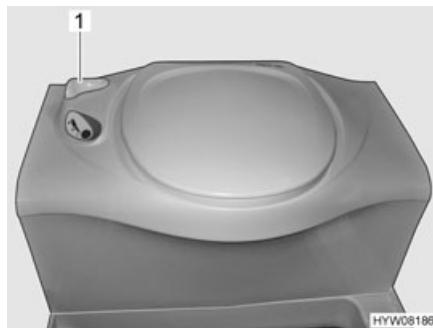

Fig. 115 Toilette Thetford
Apertura del cursore: ■ Ruotare la leva del cursore (Fig. 115,1) in senso antiorario.
Chiusura del cursore: ■ Ruotare la leva del cursore (Fig. 115,1) in senso orario.
Risciacquo: ■ Prima di tirare l'acqua, aprire il cursore della toilette Thetford. A tal fine ruotare la leva del cursore (Fig. 115,1) in senso antiorario.
■ Dopo aver tirato l'acqua chiudere il cursore. Ruotare la leva del cursore (Fig. 115,1) in senso orario.